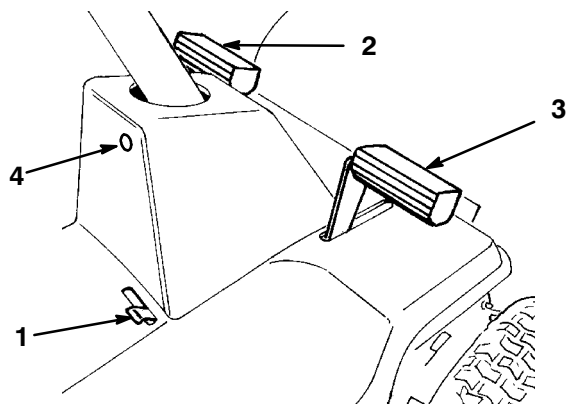

Figure 8
La pédale d'embrayage (Fig. 8) est utilisée conjointement avec le levier de vitesses. Enfoncez complètement la pédale d'embrayage pour changer de vitesse ou pour utiliser le frein.
Vous devez appuyer sur la pédale de frein (Fig. 8) pour ralentir ou immobiliser le tracteur. Un étrier embraye alors le disque de frein sur le côté de la boîte-pont. N'oubliez pas d'enfoncer la pédale d'embrayage quand vous freinez.
Le frein de stationnement (Fig. 8) doit être utilisé conjointement avec la pédale de frein. Quand vous enfoncez la pédale de frein, l'extrémité du levier du frein de stationnement maintient la pédale dans cette position et un étrier engage le disque de frein sur le côté de la boîte-pont.
2. Déplacez le levier du frein de stationnement latéralement (Fig. 8) et relâchez la pédale de frein.